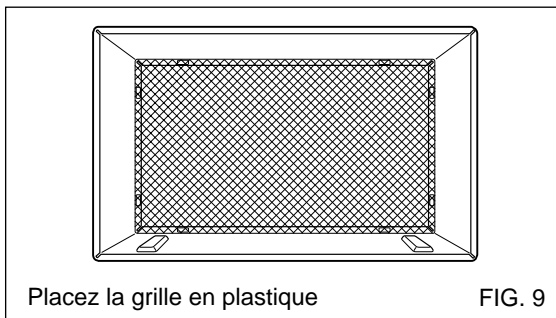

FIG. 9
- 6** Retirez le dos des blocs de support, attachez-les à l'intérieur du manchon comme montré à la FIG 9. Glissez la cloison dans des fentes de blocs de soutien.